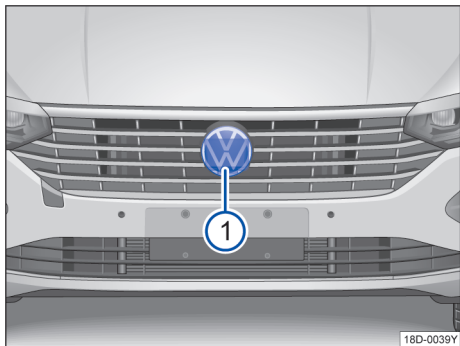

图 120 前部保险杠中：雷达传感器
为探测交通情况，前部保险杠中安装有一个雷达传感器 → 图 120 ①。因此可识别最远约 100 m 的前车。